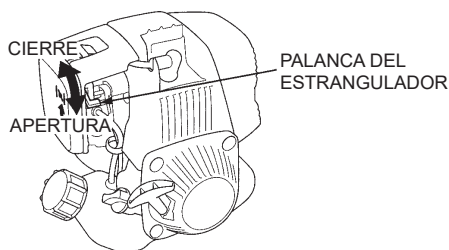

Figura 11. Palanca del estrangulador
1. Para arrancar el motor frío, mueva la palanca del estrangulador (Figura 11) a la posición **cerrada**. Si vuelve a arrancar el motor caliente, deje la palanca del estrangulador en posición **abierta**.